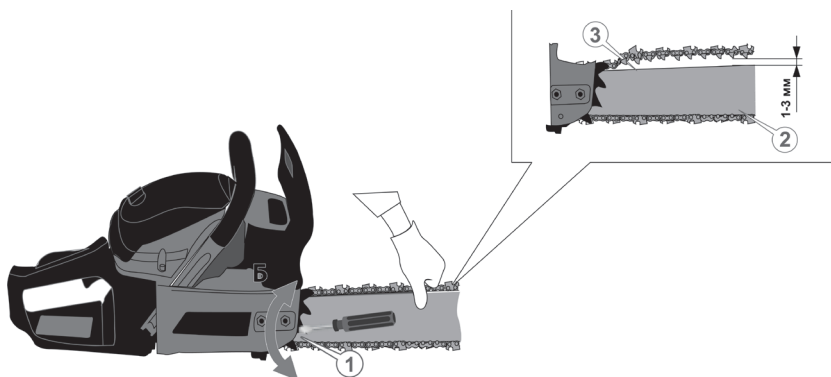

Рисунок 3. Схема перевірки натягнення ланцюга.
– на непрацюючому виробі обережно взяти верхню гілку ланцюга посередині «шини» рукою з рукавичкою та відтягнути ланцюг від «шини» зусиллям руки. Перевірити величину зазору між напрямною ланцюга (3, рис. 3) та «шиною» (2, рис. 3). Зазор має бути в межах 1–3 мм (приблизно так, щоб проходило «жало» викрутки), а сам ланцюг має рухатися вздовж «шини» без перешкод зусиллям руки;